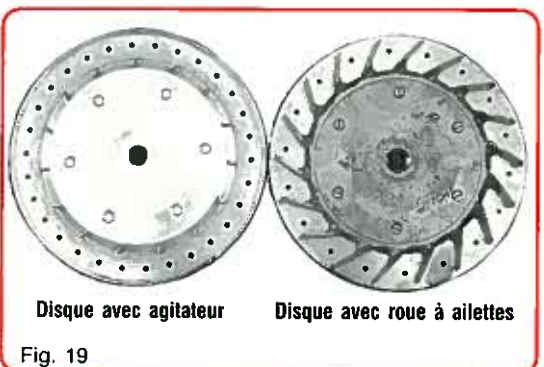

Fig. 19
- 3 Disque de distribution avec agitateur ou roue à ailettes (fig. 19)
### Principaux disques avec agitateur (fig. 19) disponibles :
Ce boîtier accepte aussi des disques montés sur roue à ailettes traditionnelle (fig. 19).
Main seed disc with agitator (fig. 19) available :
This metering box will also handle seed disc mounted to a traditional finger wheel (fig. 19).